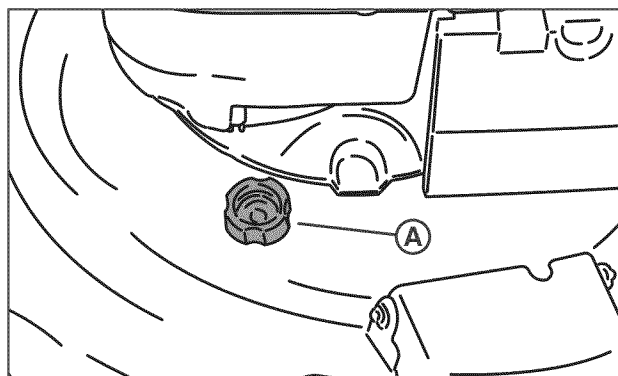

Figure 16 : Point d'accès de rinçage
5. Raccorder l'extrémité mâle d'un boyau d'arrosage standard au point d'accès de rinçage (**A, Figure 16**).